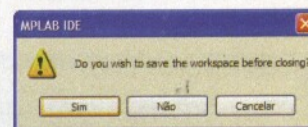

Figura 15 - Salvando a área de trabalho
- Ao sair de um projeto, salve sempre a configuração (figura 15). Dessa maneira ao abri-lo novamente, o projeto estará da mesma forma que foi finalizado.